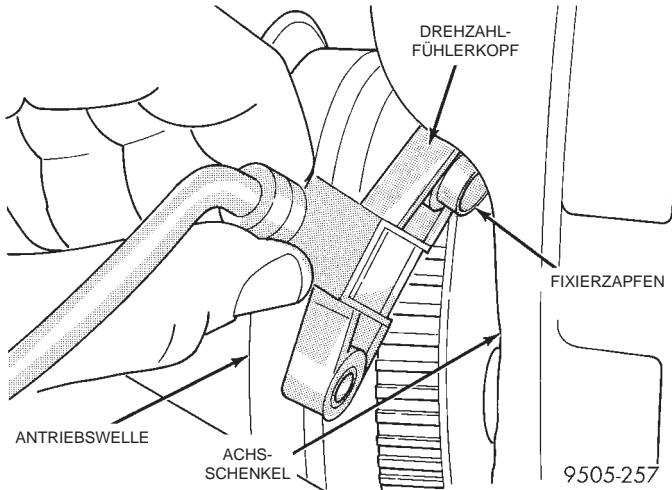

Abb. 36 Drehzahlfühlerkopf am Achsschenkel montieren
(3) Die Kabelführung für das Drehzahlfühlerkabel am Achsschenkel anschrauben und die Befestigungsschraube mit einem Anzugsmoment von 12 N·m (105 in. lbs.) festziehen.
(4) Den Drehzahlfühlerkopf am Achsschenkel anbringen (Abb. 36). Eine kleine Menge Schmierfett auf den Fixierzapfen am Drehzahlfühler auftragen (Abb. 36); Mopar-Mehrzweckfett oder ein gleichwertiges Produkt verwenden. Die Befestigungsschraube des Drehzahlfühlerkopfes anbringen und mit einem Anzugsmoment von 6 N·m (55 in. lbs.) festziehen.
(5) Das Rad anbauen.
(6) Mit einer Probefahrt die konventionelle Bremsanlage und das Antiblockiersystem auf einwandfreie Funktion überprüfen.